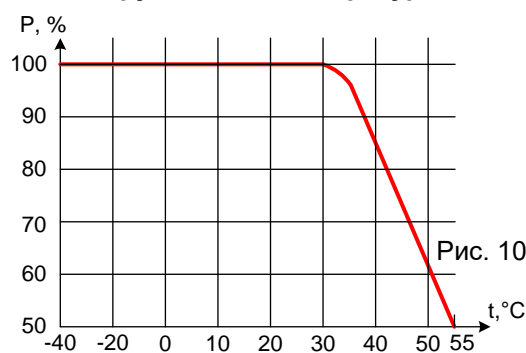

Рис. 10
1) При окружающей температуре выше + 35°С требуется запас по току, см. рис. 10
ВНИМАНИЕ! При повышении температуры окружающей среды выше 35 градусов снижается нагрузочная способность регулятора (см. рис. 10).